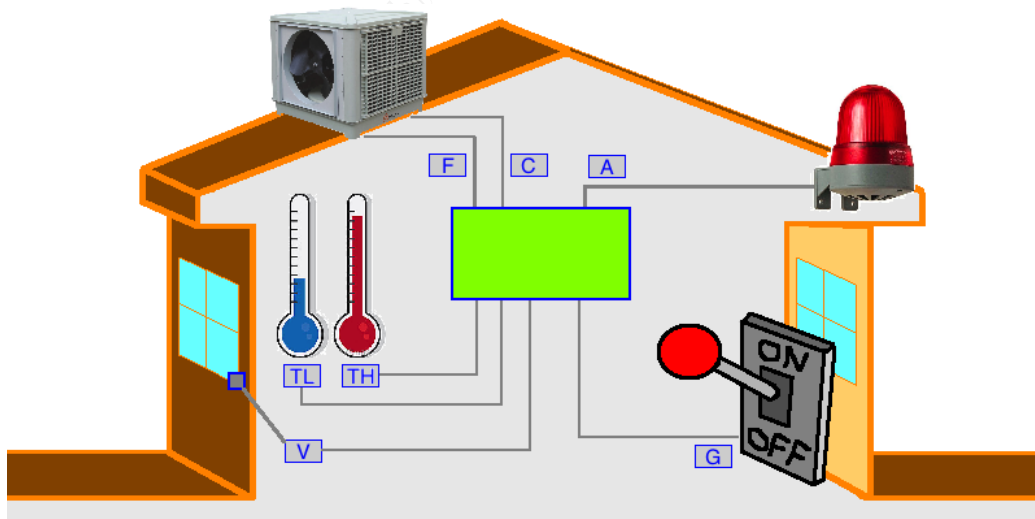

Figura 2.1: Esquema del sistema
Descripción del sistema: un almacén de frutas y verduras (Figura 2.1) quiere disponer de un sistema de climatización que asegure que la temperatura del local se encuentre siempre en un rango concreto de forma automática: $[10^{\circ}\text{C}, 20^{\circ}\text{C}]$. Se utilizarán dos **sensores** de temperatura para detectar el mínimo (TL) y máximo (TH) valor de temperatura, que toman el valor 1 cuando la temperatura del local supera la temperatura que cada sensor tenga programada, es decir, $\text{TL}=1$ cuando $t \geq 10^{\circ}\text{C}$ y $\text{TH}=1$ cuando $t \geq 20^{\circ}\text{C}$; en el resto de casos sus valores son 0.